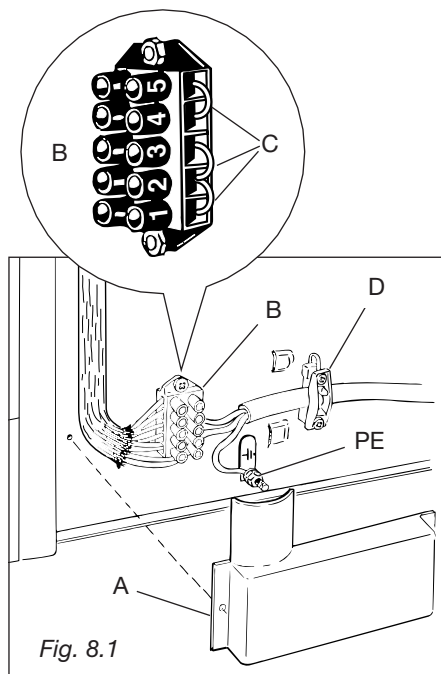
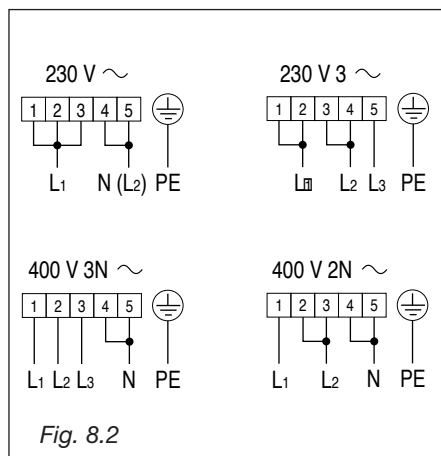

Fig. 8.1
Fig. 8.2
- Svitare le viti di fissaggio della protezione **A** dietro la cucina (Fig. 8.1).
- Posizionare i cavallotti **"C"** sulla morsettiera **"B"** (Fig. 8.1) secondo lo schema di fig. 8.2.
- Infilare nel fissacavo **"D"** il cavo di alimentazione di sezione adeguata come descritto nel capitolo "Sezione dei cavi di alimentazione" (Fig. 8.1).
- Collegare i cavi alla morsettiera **"B"** secondo lo schema della figura 8.2 o i cavi di fase alla morsettiera **"B"** ed il cavo di terra al morsetto **PE** (fig. 8.1).